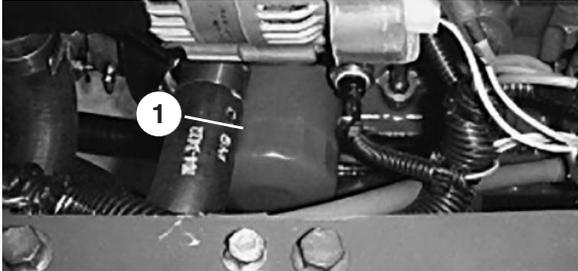

Bild 26
5. Entfernen Sie den Ölfilter und bauen Sie einen neuen ein (Bild 26).